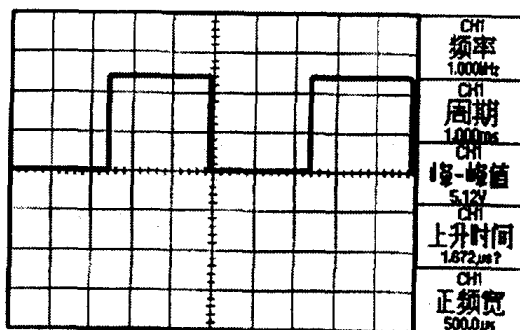

图 1-8 屏幕显示测量波形信息
- (5) 按下类型选项按钮, 选择周期。值读数将显示测量结果及更新信息。
- (6) 按下返回选项按钮。
- (7) 按下中间的选项按钮, 显示“测量 3 菜单”。
- (8) 按下类型选项按钮, 选择峰—峰值。值读数将显示测量结果及更新信息。
- (9) 按下返回选项按钮。
- (10) 按下底部倒数第二个选项按钮, 显示“测量 4 菜单”。
- (11) 按下类型选项按钮, 选择上升时间。值读数将显示测量结果及更新信息。
- (12) 按下返回选项按钮。
(13) 按下底部的选项按钮, 显示“测量 5 菜单”。
(14) 按下类型选项按钮, 选择正频宽。值读数将显示测量结果及更新信息。
(15) 按下返回选项按钮。测量方波结果见图 1-8 右侧信息的 5 项提示。